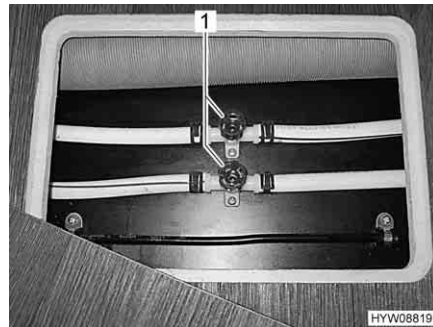

Fig. 63 Rubinetti di scarico
- Chiudere i due rubinetti di scarico (Fig. 63,1). A tal fine, ruotare il coperchio in senso orario.